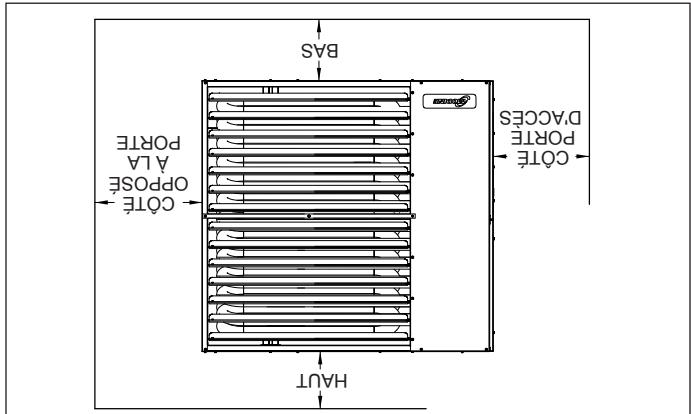

Figure 4.1 - Matières combustibles et dégagements
5. Veillez à respecter les distances minimums des matériaux combustibles et les dégagements recommandés pour maintenance. Les distances minimales sont indiquées à la figure 4.1 et au tableau 4.1.